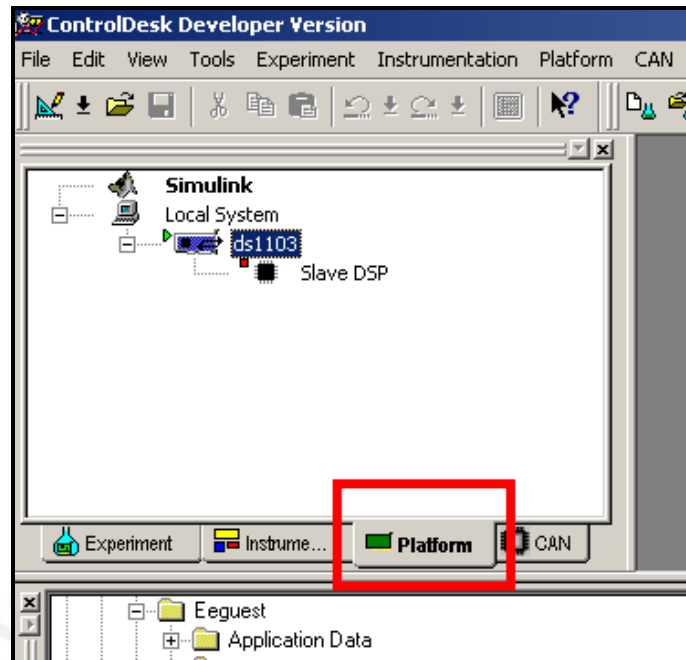

Fig. 2.2: Ubicación de la pestaña Platform en la ventana de ControlDesk.
- Ir a la pestaña Platform en el menú de ControlDesk, como lo muestra en al Fig. 2.2: